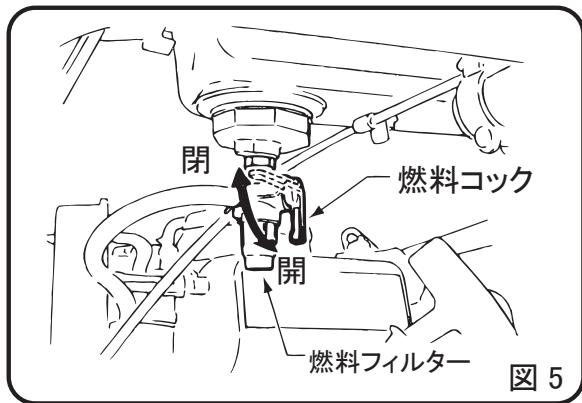

図 5
- 1 燃料コックのレバーを下（開）にして燃料を通します。（図5）